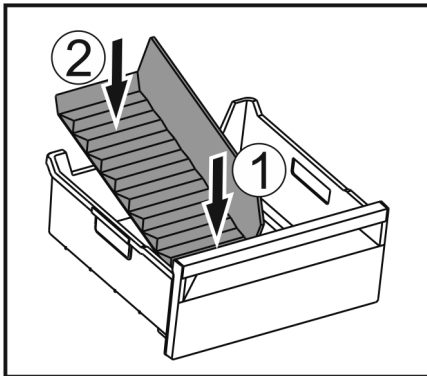

Fig. 171
- ▶ Поставете предната част на разделителя на отделението за лед. Fig. 171 (1)
- ▶ Спуснете задната част на разделителя на отделението за лед до дъното на чекмеджето. Fig. 171 (2)